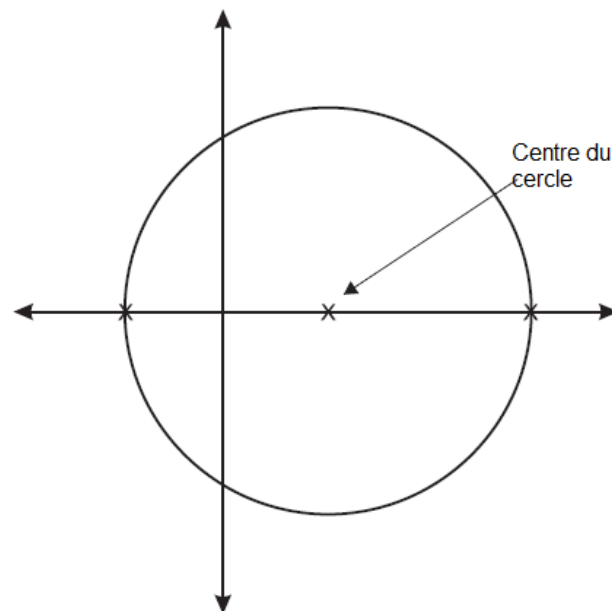

Figure 6 : Un Cercle, centré autour de vos deux ensembles de résultats.
19. Les deux points sont les extrémités (diamètre) du cercle de Mohr. Déterminez le centre du cercle (exactement à la moitié du diamètre) soit par calcul ou par construction graphique, puis tracez un cercle comme indiqué à la figure 6.